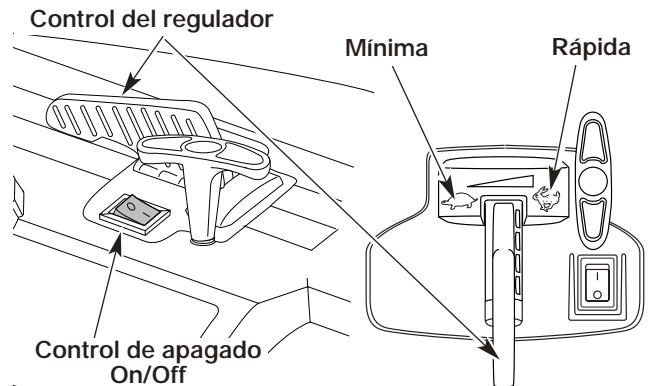

Fig. 9
3. Oprima y suelte por completo la bombilla del cebador lentamente de 10 veces. El combustible debe estar visible en la bombilla (Fig. 9). Si el combustible no está visible, oprima hasta que lo vea.
5. Ponga la unidad en la posición de arranque (Fig. 11). Mueva el control del regulador a la posición rápida (☛) (Fig. 9).
NOTA: Si el motor se inunda mientras intenta arrancar, ponga la palanca de estrangulación en la posición **RUN** (|↑|) (Fig. 10). Mueva el control del regulador a la posición rápida (☛) (Fig. 9). Hale la cuerda de arranque vigorosamente. El motor debe arrancar después de halar la cuerda entre tres (3) y ocho (8) veces.
NOTA: No hace falta usar el obturador cuando arranque un motor caliente. Coloque el control del regulador en la posición rápida (☛) (Fig. 9) y arranque la unidad con el control de obturación en la posición parcial (**PARTIAL**) (B |↘|) (Fig. 10).
1. Mueva el control del regulador a la posición de mínima (☚) (Fig. 9). Deje enfriar el motor en mínima durante 10 a 15 segundos.
2. Oprima y sostenga el control de apagado On/Off en la posición de apagado (STOP) (O) hasta que el motor se detiene por completo (Fig. 9).
1. Oprima y sostenga el control de apagado On/Off en la posición de apagado (STOP) (O) hasta que el motor se apague por completo (Fig. 9).